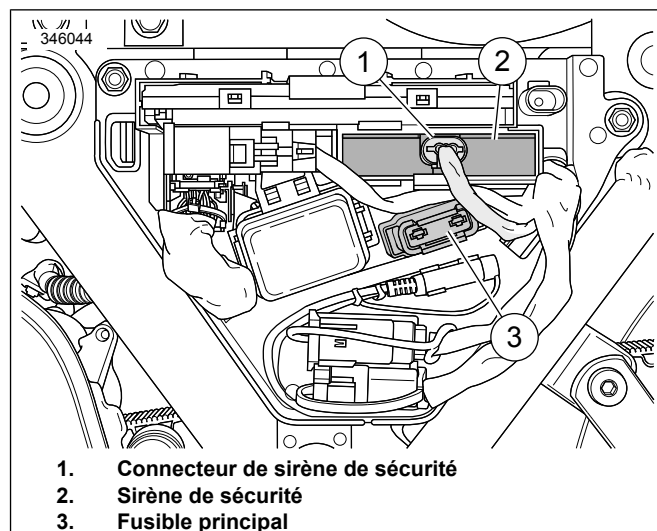

Figure 19. Touring et Trike 2014 et ultérieurs
4. Voir la Figure 19. Retirez le fusible principal (3).
5. Installer la sirène de sécurité (2).
6. Connecter le connecteur de sécurité de la sirène (1).
7. Installez le fusible principal (3).